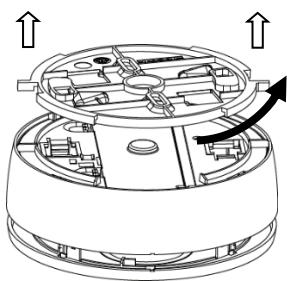

Figura 6
2. Remova o suporte de instalação do detector girando-o no sentido anti-horário e depois levantando-o (*ver Figura 6*).